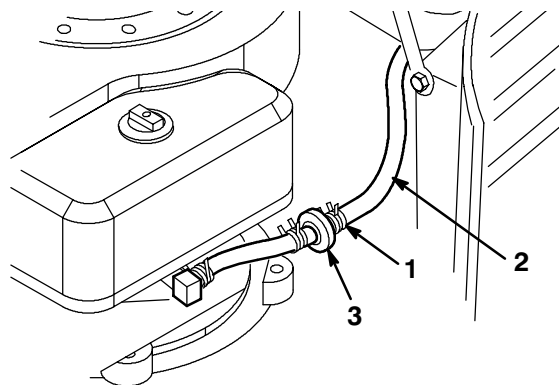

Figure 28
3. Pincez les extrémités du collier de fixation et poussez le collier en haut de la conduite d'alimentation, en direction du réservoir d'essence (Fig. 28).
4. Débranchez la conduite d'alimentation du filtre (Fig. 28) et laissez l'essence s'écouler dans un bidon ou un bac de vidange.
Le meilleur moment pour remplacer le filtre à carburant (Fig. 28) est lorsque le réservoir à carburant est vide. Ne remontez jamais un filtre sale après l'avoir enlevé de la conduite d'alimentation.
3. Pincez les extrémités des colliers et faites glisser ceux-ci pour les éloigner du filtre (Fig. 28).